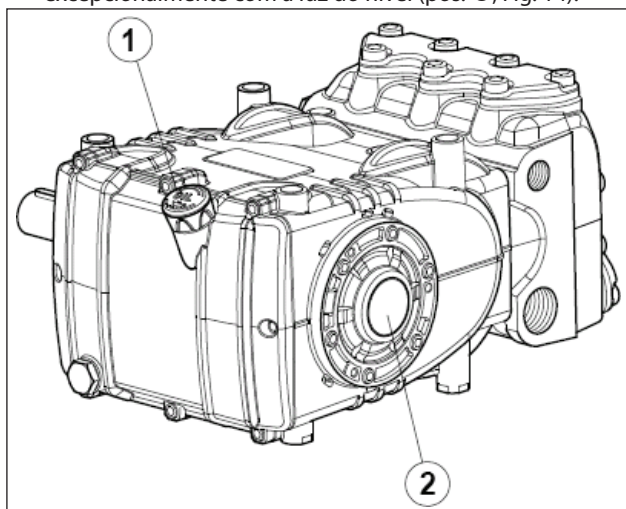

Fig. 14
5. O óleo no cárter da bomba esteja no nível, verificando-o com a vareta adequada (pos. ①, Fig. 14) e, excepcionalmente com a luz do nível (pos. ②, Fig. 14).